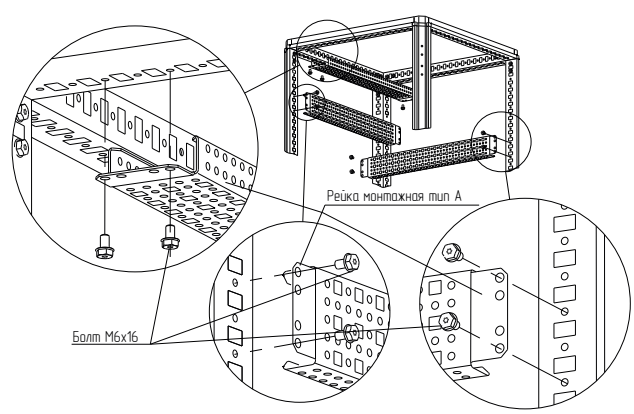

Рисунок 14
4.6.1.2 Приложить рейку монтажную тип А к стойкам каркаса на нужной высоте или к профилям крыши и закрепить болтами М6×16 (рисунок 14). Момент затяжки – 7 Н·м. Болты приобрести отдельно.